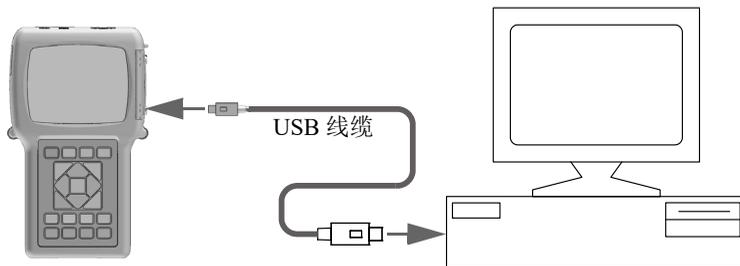

图 14-1 将 38DL PLUS 仪器连入计算机
8. 将 USB 线缆的一端连接到 38DL PLUS 仪器 I/O 舱盖下的 USB 从接口上；另一端连接到计算机的 USB 端口上（参见第 238 页的图 14-1）。